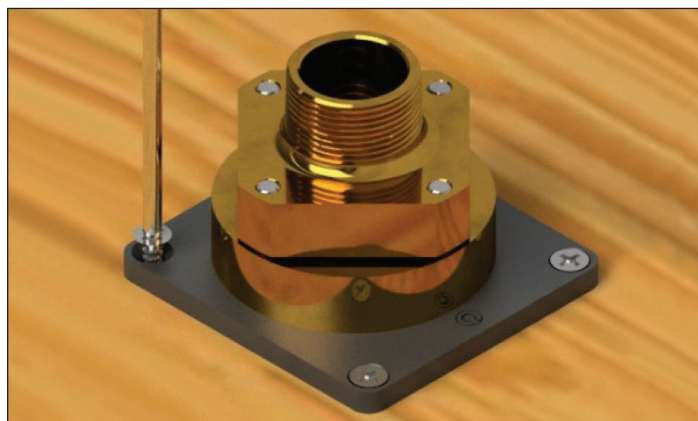

Figure 1-9
11. Abaissez l'ensemble de brides dans le trou de dégagement et fixez la bride rectangulaire avec des vis de dimension appropriée pour assurer une fixation solide (figure 1-9).